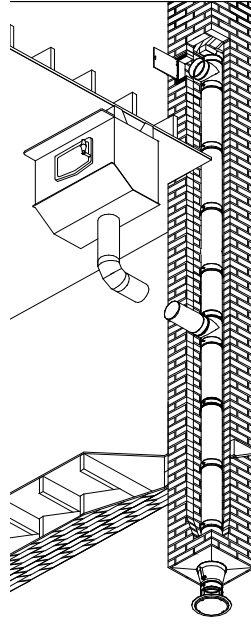
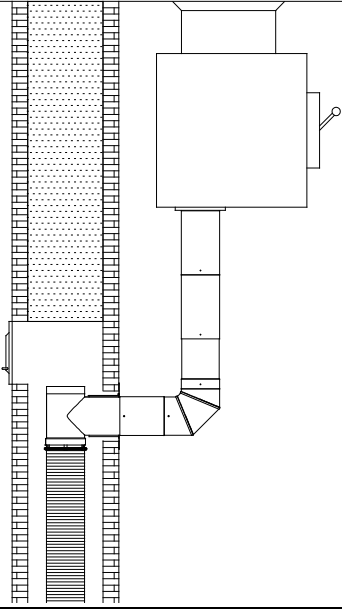

Fig. 1
Fig. 2
1. Déterminez l'emplacement de l'ouverture qu'empruntera la gaine pour traverser la paroi de la cheminée de maçonnerie (Fig. 1 et Fig. 2). D'une manière générale, il est préférable d'installer le té le plus haut possible afin d'améliorer le tirage et de réduire les coûts en gaines. Souvenez-vous qu'un tuyau de raccordement à paroi simple doit se trouver à au moins 18" d'un matériau combustible, incluant le plafond. Si vous devez traverser un mur combustible pour raccorder la gaine à l'appareil de chauffage, vous devriez utiliser un adaptateur isolé (ITH). Vous retrouverez les directives d'installation relatives à l'adaptateur isolé à même la boîte de l'article.